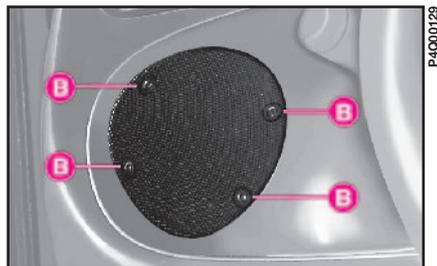

fig. 87
- **fig. 87** haut-parleur gauche